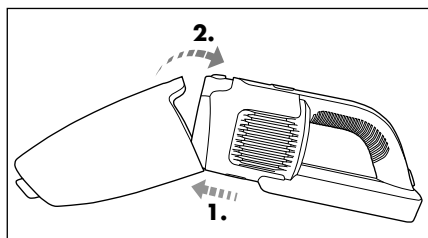

Bild 6
- 6) Sätt tillbaka smutsbehållaren 9 på handenheten 3 genom att först föra in den nedre låsningen på handenheten 3 i urtaget på smutsbehållaren 9. Skjut därefter smutsbehållarens 9 övre del på handenheten 3 tills smutsbehållaren 9 klickar fast på handenheten 3 (bild 6).